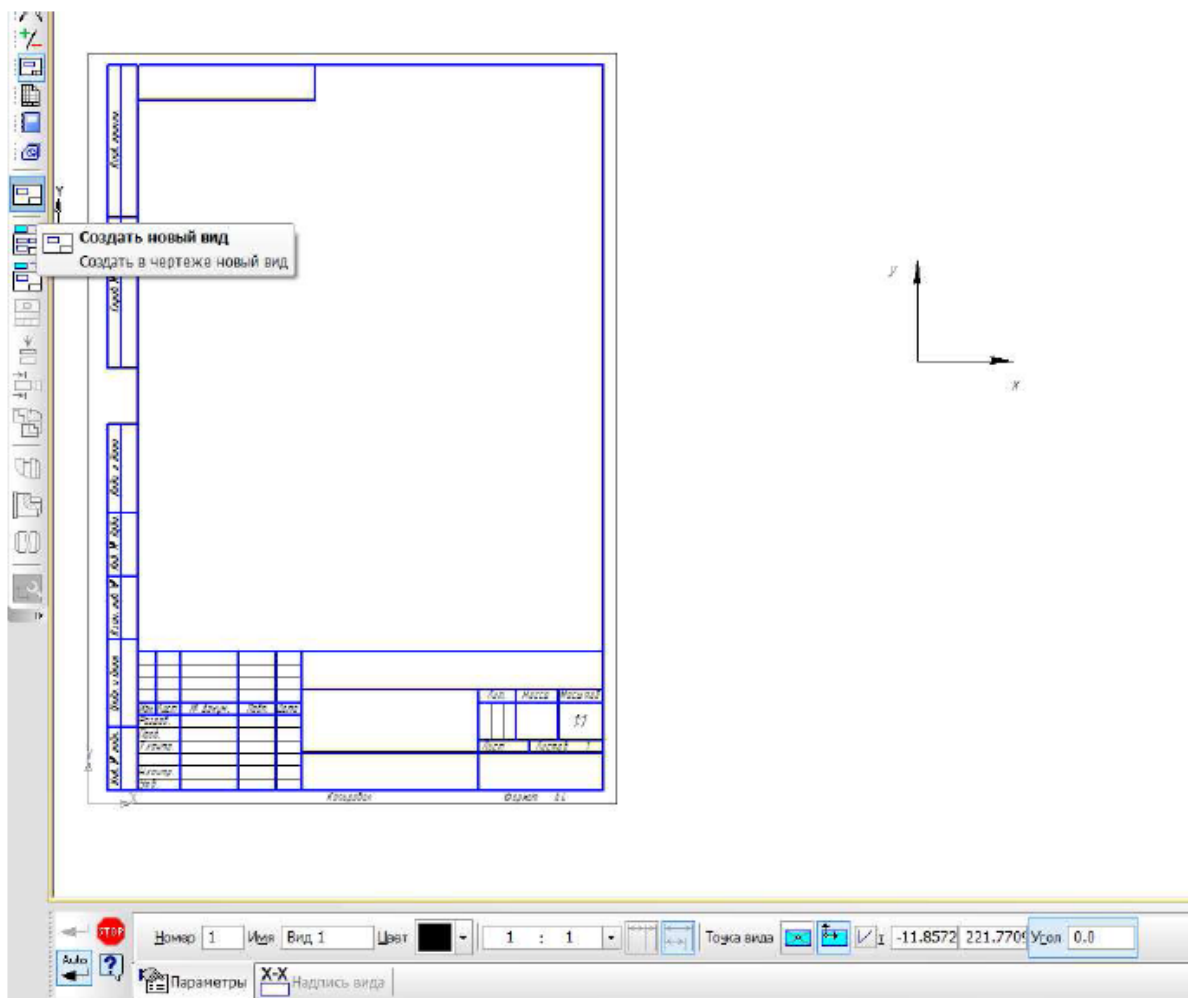

Рисунок 34 – Установка новой плоскости вида
1. В компактной панели инструментов (слева) найдите панель **виды**, , выберете команду **Создать новый вид** . Установите новую плоскость "вида" справа от формата (левая кнопка мыши), как это показано на рис. 34.